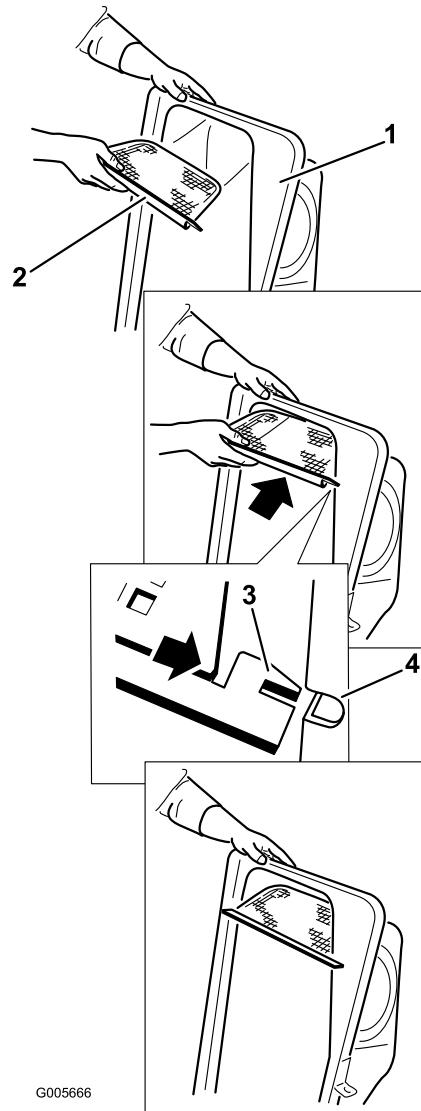

Figure 10
2. Montez le filtre comme montré à la Figure 10 de sorte à l'incliner dans la direction des bacs de ramassage.